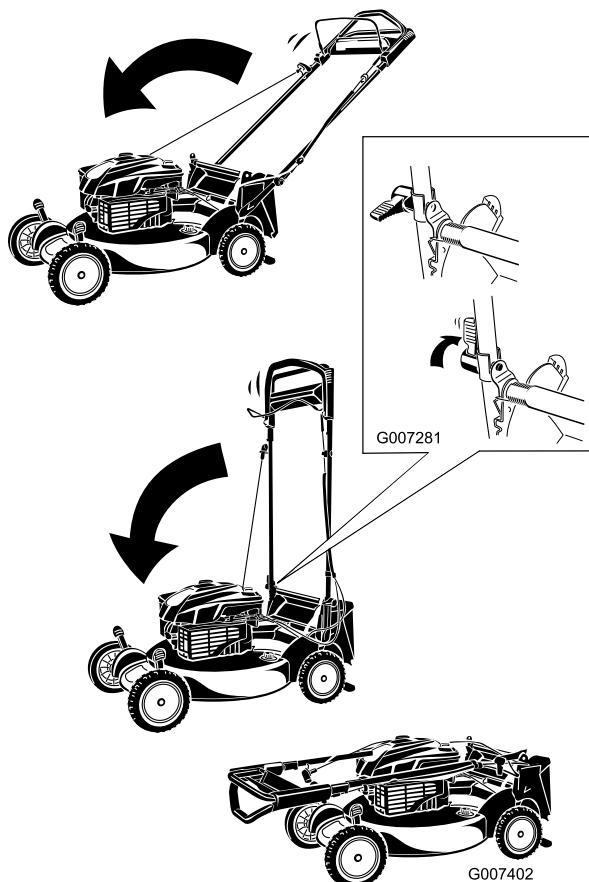

Рисунок 44
1. Поверните рукоятку вперед (Рисунок 44).